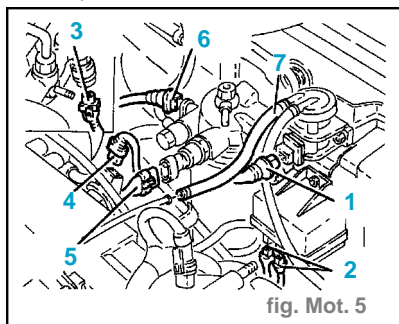

fig. Mot. 5
- Débrancher les connexions électriques principalement du câblage moteur (2).
- Débrancher la connexion électrique (3) d'avec le transmetteur combiné pour thermomètre et témoin de température d'eau du moteur.
- Débrancher la connexion électrique (1) de l'électrovalve du dispositif EGR. (fig. Mot.5)